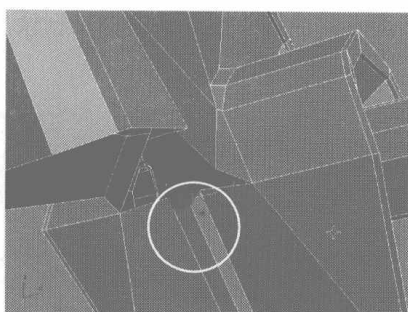
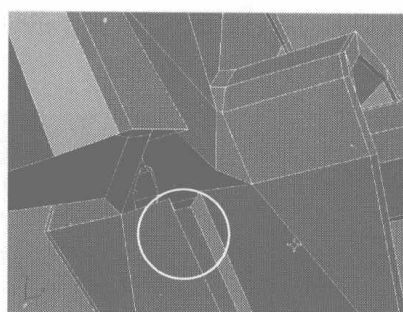
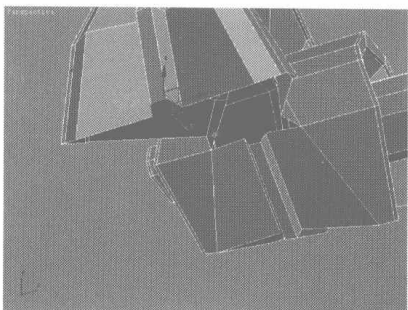
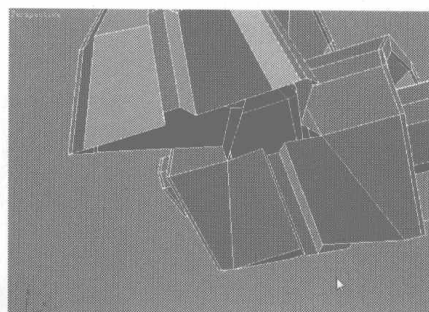

图 5.207
图 5.208
图 5.209
图 5.210
- 13** 选择如图 5.207 所示的面，按 Delete 键将其删除，结果如图 5.208 所示。选择如图 5.209 所示的面，按 Delete 键将其删除，结果如图 5.210 所示。